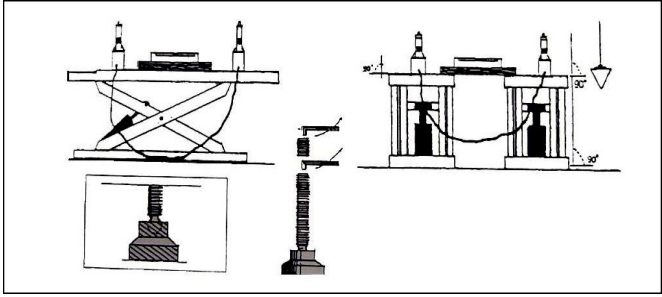

图 41
- 用透明水平管或水平仪检查左右平台平面前后左右水平（图 41）